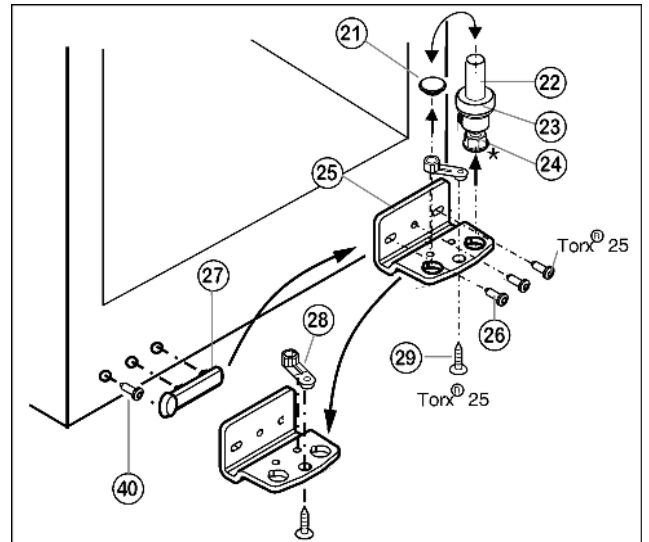

Fig. 5
- ▶ Lagerbolzen Fig. 5 (22) komplett, mit Scheibe Fig. 5 (23) und Stellfuß\* Fig. 5 (24) nach oben herausziehen.
- ▶ Stopfen Fig. 5 (21) abheben.
- ▶ Lagerbock Fig. 5 (25) abschrauben Fig. 5 (26).
- ▶ Lagerteil Fig. 5 (28) abschrauben Fig. 5 (29) und in das gegenüberliegende Aufnahme Loch des Lagerbocks umsetzen, wieder festschrauben.
- ▶ Griffseitige Abdeckung Fig. 5 (27) vorsichtig abheben, Schraube Fig. 5 (40) herausdrehen und beides auf die Gegenseite umsetzen.
- ▶ Lagerbock Fig. 5 (25) auf der neuen Scharnierseite ggf. mit Hilfe eines Akkuschaubers **fest (mit 4 Nm)** wieder anschrauben.
- ▶ Stopfen Fig. 5 (21) in das andere Loch wieder einsetzen.
- ▶ Lagerbolzen Fig. 5 (22) komplett, mit Scheibe und Stellfuß\*, wieder einsetzen. Dabei darauf achten, dass der Rastnocken nach hinten zeigt.
- ▶ Tür von oben auf Lagerbolzen unten Fig. 5 (22) aufsetzen.
- ▶ Oberen Lagerbock (12) auf der neuen Scharnierseite in die Tür einsetzen.
- ▶ Oberen Lagerbock (12) **fest (mit 4 Nm)** anschrauben (2 mal Torx® 25) (13). Schraublöcher evtl. vorstechen oder Akkuschauber verwenden.
- ▶ Abdeckung (10) und Abdeckung (11) jeweils auf der Gegenseite aufrasten.
- ▶ Die Tür evtl. über die beiden Langlöcher im Lagerbock unten Fig. 5 (25) fluchtend zum Gerätegehäuse ausrichten. Dazu mittlere Schraube herausdrehen.